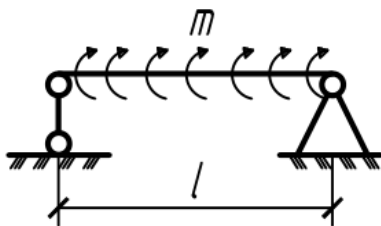

Рис.5.8
5.8. Определить прогиб  $\vartheta$  и угол поворота  $\varphi$  произвольного сечения в пролете балки с постоянной жесткостью сечения, загруженной равномерно распределенной моментной нагрузкой интенсивностью  $m$  (рис.5.8).